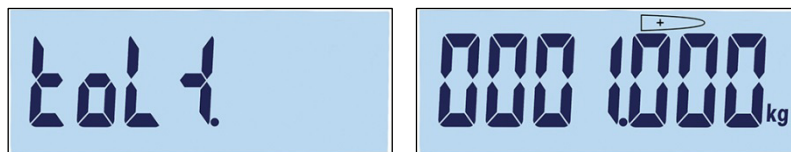

Abbildung 3-49: Bildschirme „tol+“ und Einstellung der positiven Toleranz
5. Die positive Toleranz (Tol+) wird im nächsten Bildschirm bearbeitet (Abbildung 3-49). Sobald der Wert eingestellt ist, drücken Sie auf , um mit dem nächsten Schritt fortzusetzen.